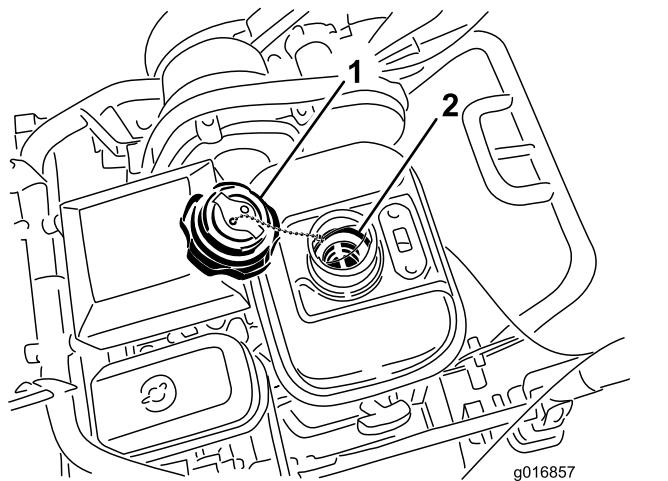

Figura 35
1. Svitare e togliere il relativo tappo dal serbatoio carburante (Figura 35).